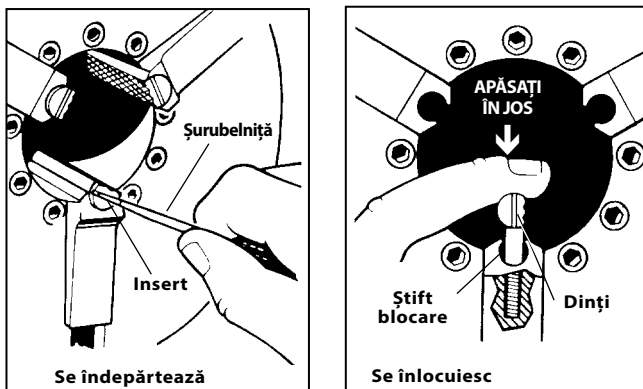

Figura 33 – Înlocuirea inserțiilor bacurilor
1. Puneți șurubelnița în fanta de inserție și o rotiți 90 grade în oricare direcție. Scoateți insertul (Figura 33).
2. Așezați insertul lateral pe știftul de blocare și îl apăsați în jos cât mai mult posibil (Figura 33).